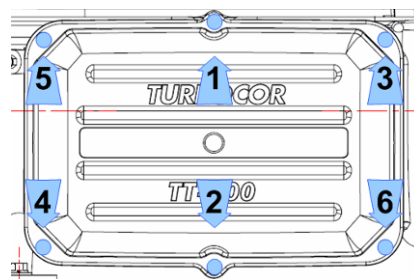

图 19 - 检修侧盖板拧紧顺序
**注意：** 两 (2) 端之间的间隙不应大于 4.8mm (3/16")。建议留出一个小间隙，方便水分流出。在正常环境条件下，不应产生水分，但是恶劣环境条件可能产生少量水分。
4. 放置检修侧盖板，并根据图 19（检修侧盖板拧紧顺序）所示顺序使用紧固件对其进行紧固。